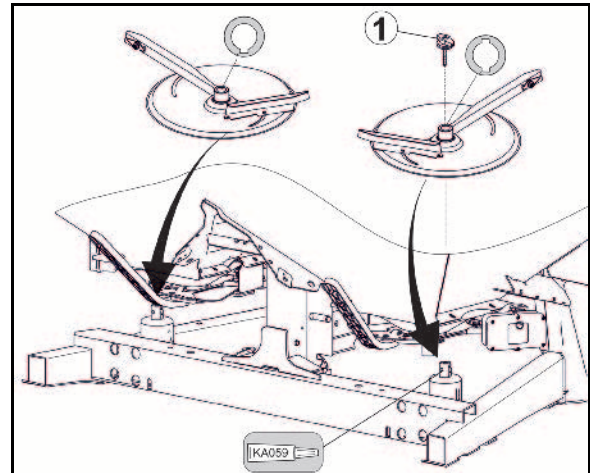

Fig. 58
For en nøyaktig innstilling av de ulike spredevingestillingene uten bruk av verktøy er det plassert to ulike skalaer (Fig. 58/1 og Fig. 58/2) som ikke kan forveksles, på hver spredeskive.
- Den korteste spredevingen (Fig. 58/3) har en skala (Fig. 58/1) med verdier fra 5 til 28, og den lengste spredevingen (Fig. 58/4) en skala (Fig. 58/2) med verdiene 35 til 55.
- Les av innstillingsverdien for den korte spredevingen (Fig. 58/3) på avlesingskanten (Fig. 58/5).
- Les av innstillingsverdien for den lange spredevingen (Fig. 58/4) av på avlesingskanten (Fig. 58/6).
- Når spredevingene dreies til en høyere tallverdi på skalaen (Fig. 58/1 el. Fig. 58/2), blir arbeidsbredden større.